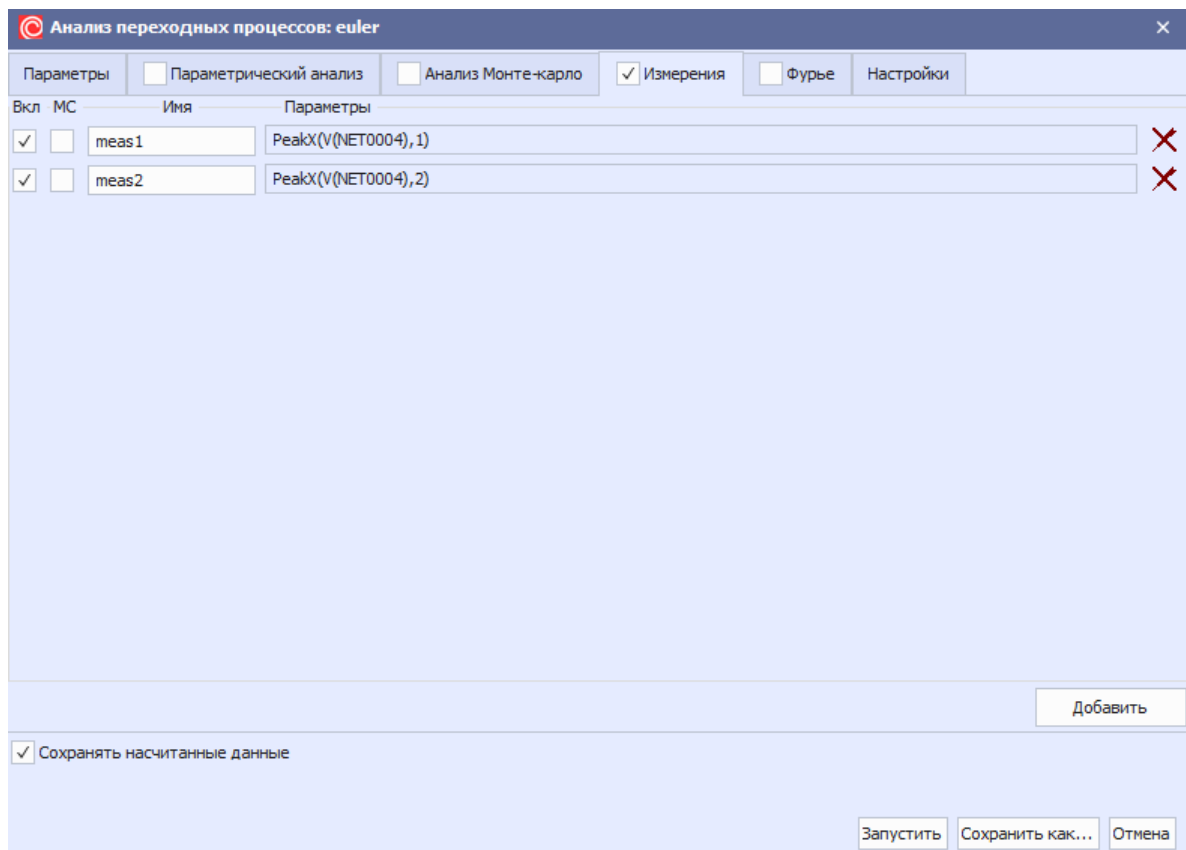

Рис. 181 Ввод параметров измерений
6. Откройте параметры анализа переходных процессов **euler** данного проекта и для проверки результата задайте соответствующие измерения, см. Рис. 181, нажмите «Запустить».